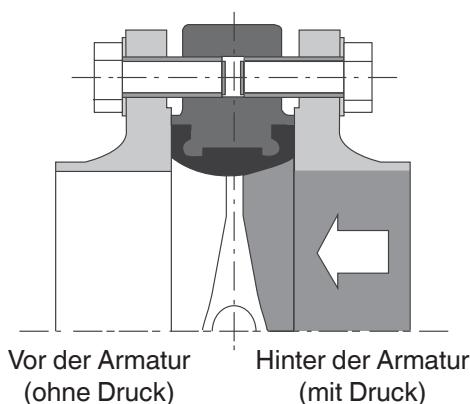

Abbildung 5: Erster Einbauschritt
- Alle Schrauben an der Seite hinter der Armatur über Kreuz lösen (siehe Abbildung 5 - 7).